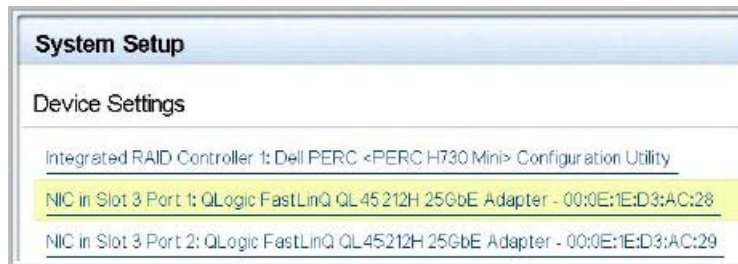

Abbildung 5-2. Systemeinrichtung: Geräteeinstellungen
3. Wählen Sie im Fenster „Device Settings“ (Geräteeinstellungen) (Abbildung 5-2) den QL45212 Adapter -Port aus, den Sie konfigurieren möchten. Drücken Sie anschließend auf ENTER (Eingabe).